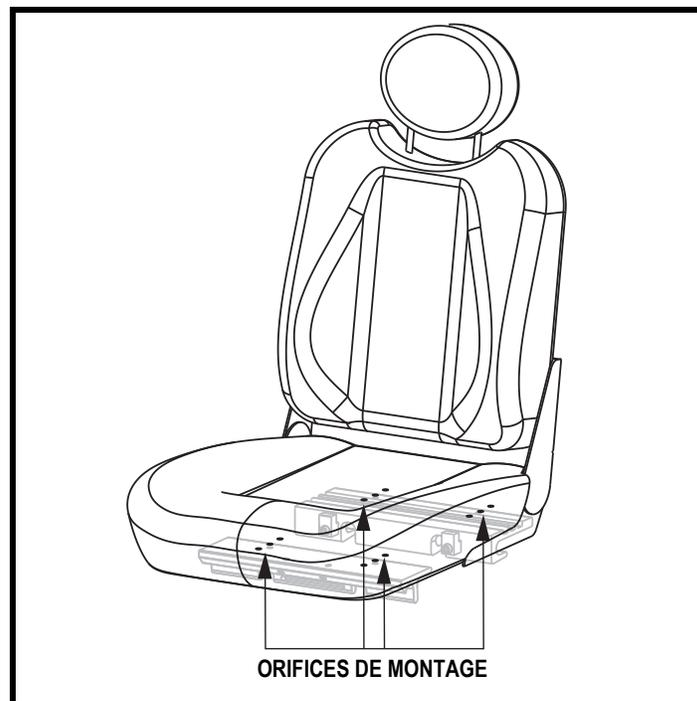

Figure 15. Position du siège
4. Repositionnez les montants dans un ensemble différent d'orifices de montage. Vous devez régler les montants en ayant un nombre identique d'orifices devant et derrière la fixation sur chaque montant. **Voir la figure 15.**